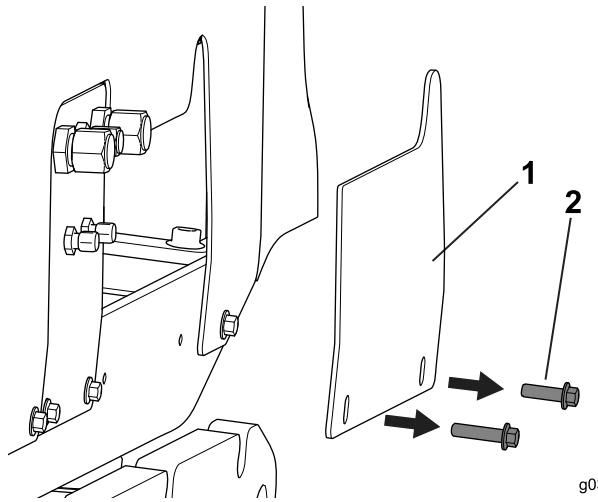

Figura 3
- Retire la cubierta existente de la parte trasera de la máquina, según se muestra en Figura 3.